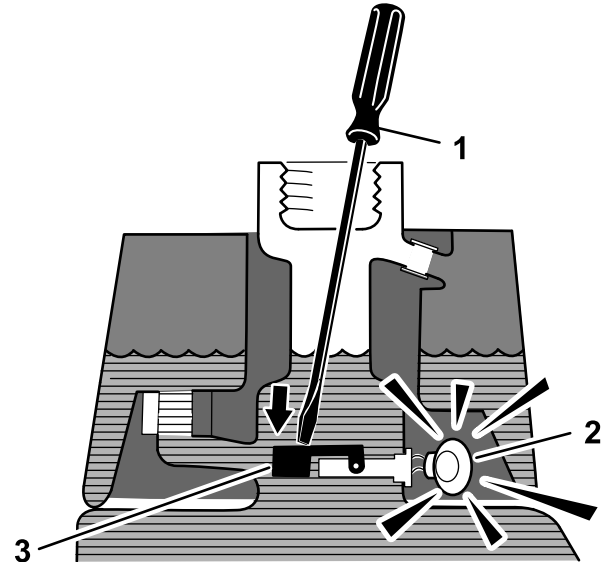

Figure 43
- Introduisez une tige ou un tournevis propre dans le goulot du réservoir et enfoncez délicatement le contacteur à flotteur (Figure 43); l'alarme devrait se déclencher au bout d'une seconde.